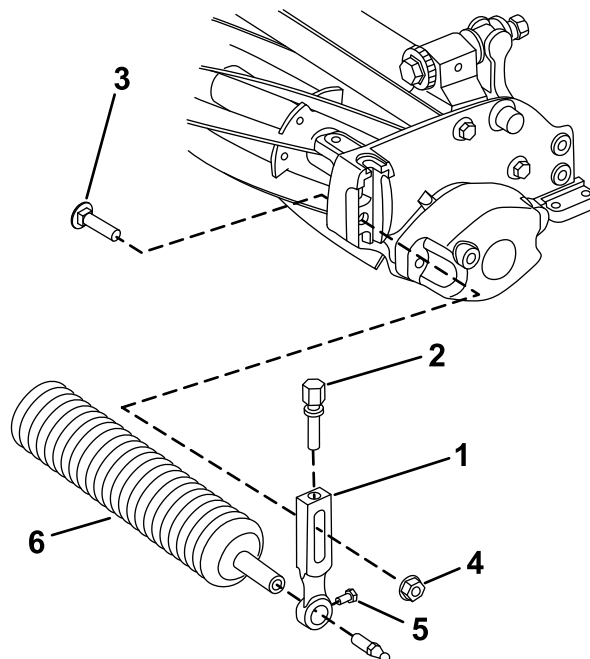

図 2
1. カッティングユニットの、前ローラの左右端部を刈高アームに固定しているローラ固定ねじをゆるめる 図 2。
2. 各刈高アームをカッティングユニットの左右端部に固定しているプラウボルトとフランジロックナットを外す 図 2。刈高アームとローラアセンブリを取り外す。
3. 刈高アームから刈高調整ねじとローラ取り付けねじを取り外す 図 2。